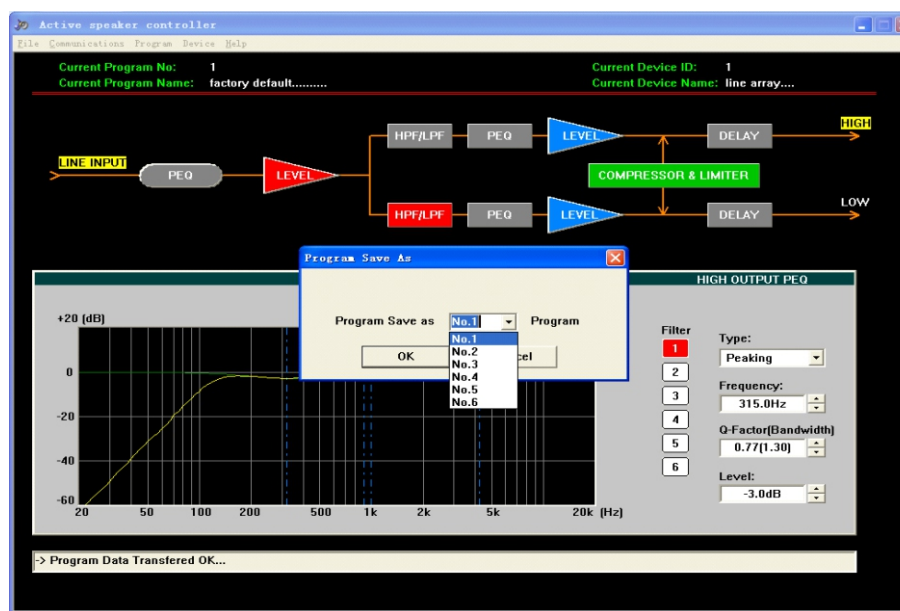

Рис.7
3.2> Пользователь также может сохранить параметры в устройстве, всего максимум шесть программ можно сохранить с помощью "Save as current program in device" (Сохранить как текущую программу в устройстве) в меню "Programm" (Программы). См. рис. 7: